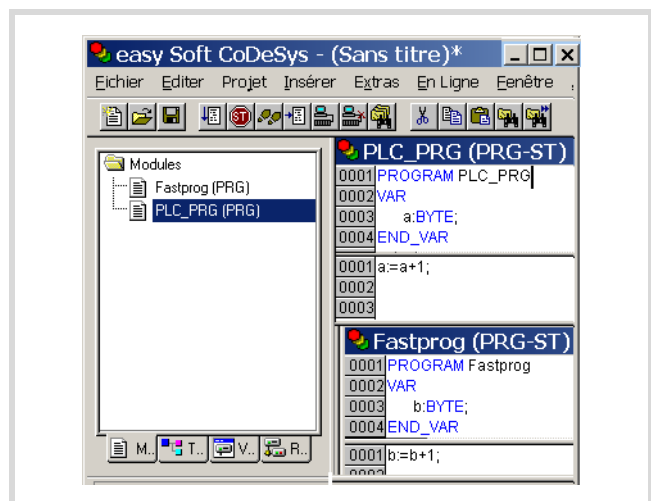

Figure 55 : Elaboration d'un programme
► Elaborez les UOP "PLC_PRG" et "Fastprog" selon la figure 55.